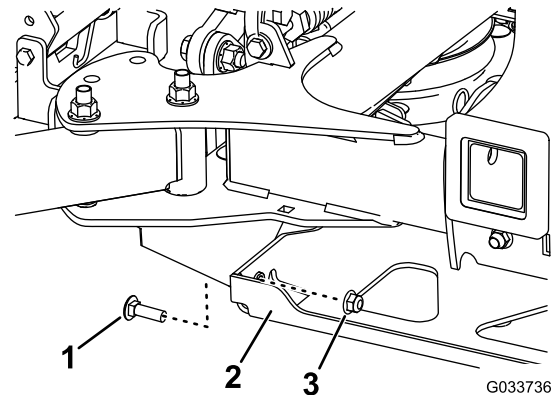

Figura 74
4. Retire los 2 pernos y las 2 tuercas que conectan el soporte del puntal con el bastidor (Figura 74).
4. Instale los 2 pernos que guardó para conectar el soporte del puntal con el bastidor (Figura 74).